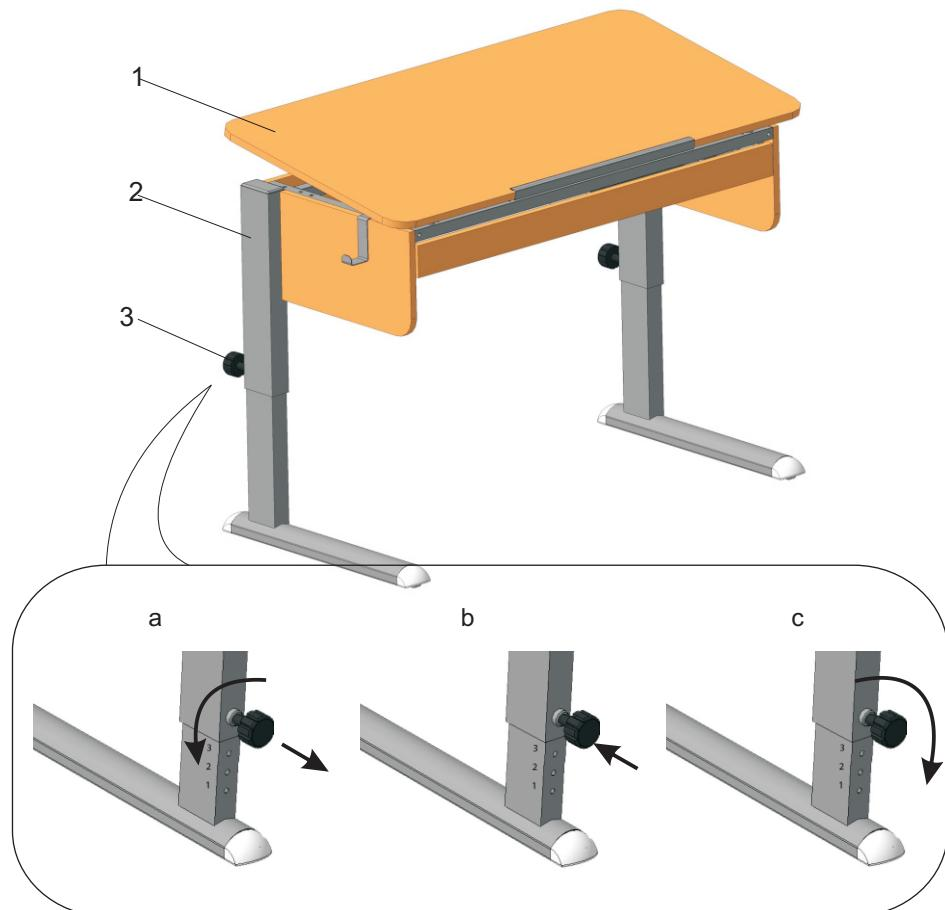

Рисунок 2- Регулировка высоты стола:
1) вначале необходимо освободить стойку. Для этого необходимо покрутить ручку фиксатора 3 против часовой стрелки (рис. 2) (не до конца) и вытянуть ее.